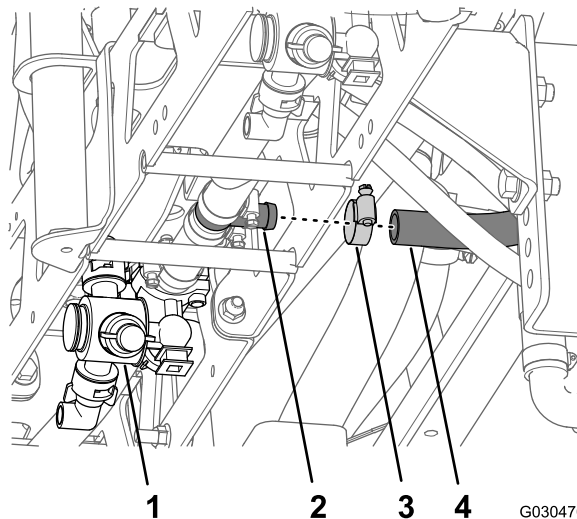

Figura 62
4. Adjacente ao bico do pulverizador central, retire a braçadeira do tubo e a tubagem da rampa da união estriada em T (Figura 62).